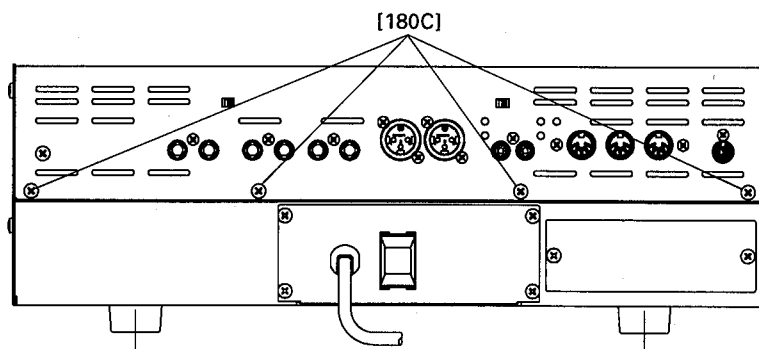

Fig. 3 (図3)
- 1-3 Remove the four (4) screws marked [180C] and raise the rear side of the control panel up. (Fig. 3)
- 1-3 リアパネル上側にある[180C]のネジ 4本を外し、リアパネル側を持ち上げます。(図3)